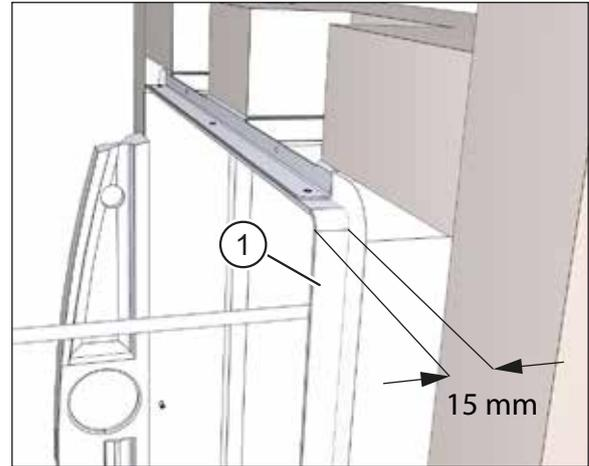
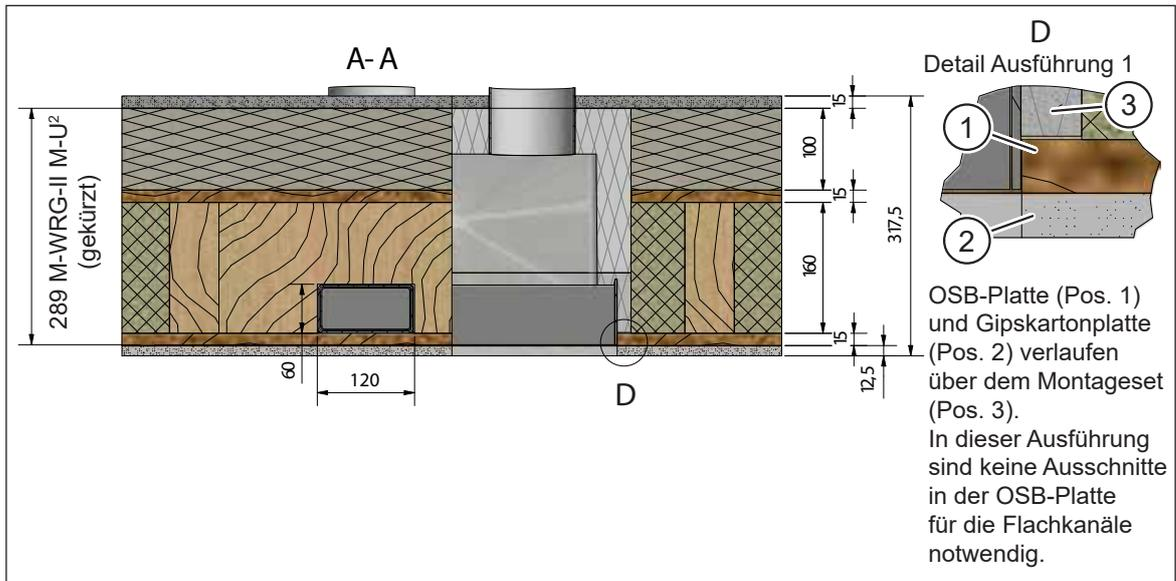
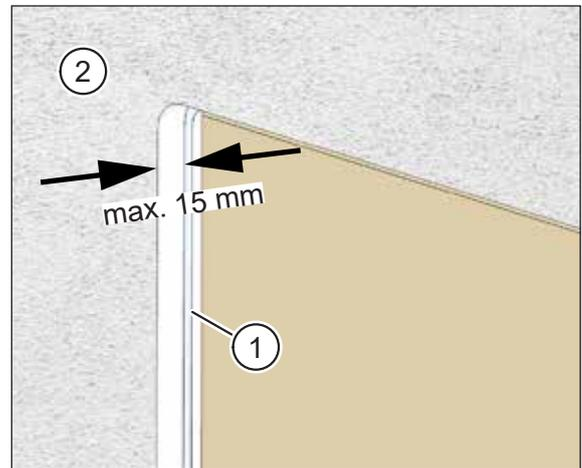

Abb. 51: Putzrahmentiefe 15 mm
Abb. 52: Bündiger Abschluss von Putzrahmen und Innenwandverkleidung
Abb. 62: Verkleidung darf max. 15 mm überstehen
- ▶ Schieben Sie den Mauerkasten soweit zwischen die beiden Riegel ein, dass der Putzrahmen (Pos. 1 in Abb. 51) bündig mit der späteren Innenwandverkleidung (z. B. OSB-Platte + Gipskartonplatte) abschließt bzw. die Innenwandverkleidung geringfügig über den Putzrahmen übersteht (siehe Schnitt A-A und Detail D in Abb. 52 und Abb. 62 auf Seite 51).
- Die Putzrahmentiefe beträgt 15 mm (siehe Abb. 51).
- Die Gipskartonplatte (Pos. 2 in Abb. 62) darf maximal 15 mm über den Putzrahmen (Pos. 1 in Abb. 62) überstehen.